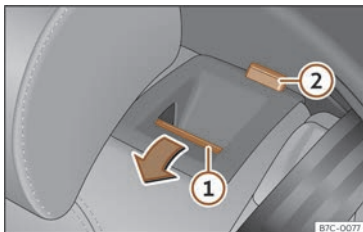

Fig. 88 Banquette arrière : rabattre le dossier.
- Appuyez sur la touche de déverrouillage >>> **fig. 88** ① vers l'avant en abaissant simultanément le dossier. Le dossier arrière est débloqué quand le repère rouge est visible sur la touche ②.